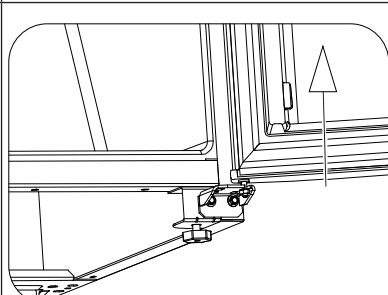

Рисунок 8
10. Снимите нижнюю дверь с оси нижнего кронштейна (см. рис. 8).